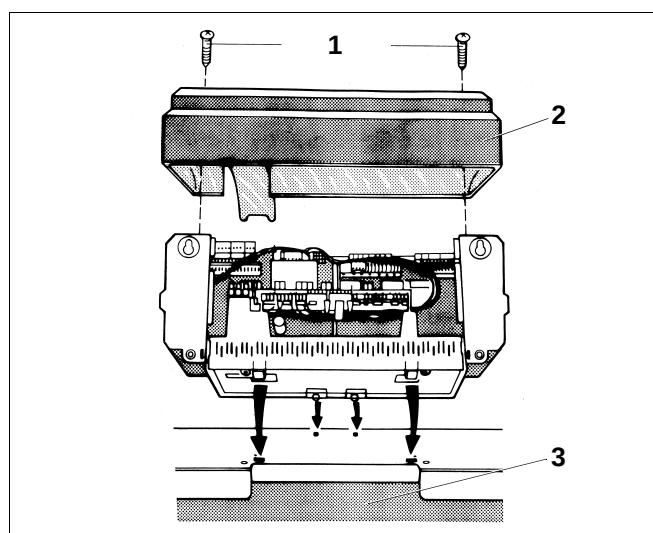

Fig. 15 Ouvrir et monter le système de régulation Logamatic 4000
- Dévisser les deux vis (fig. 15, **pos. 1**) du couvercle de protection des bornes de raccordement de l'appareil de régulation (fig. 15, **pos. 2**) et retirer le couvercle de protection.
- Basculer légèrement la régulation vers l'avant et la monter de telle façon que les crochets entrent dans les trous ovales. Glisser la régulation vers l'avant puis la basculer vers le bas, jusqu'à ce que les deux crochets élastiques entrent dans les trous à gauche et à droite (flèches -fig. 15).
- Mener les capillaires dans le passage des câbles (fig. 15, **pos. 3**) et ne dérouler que la longueur nécessaire.